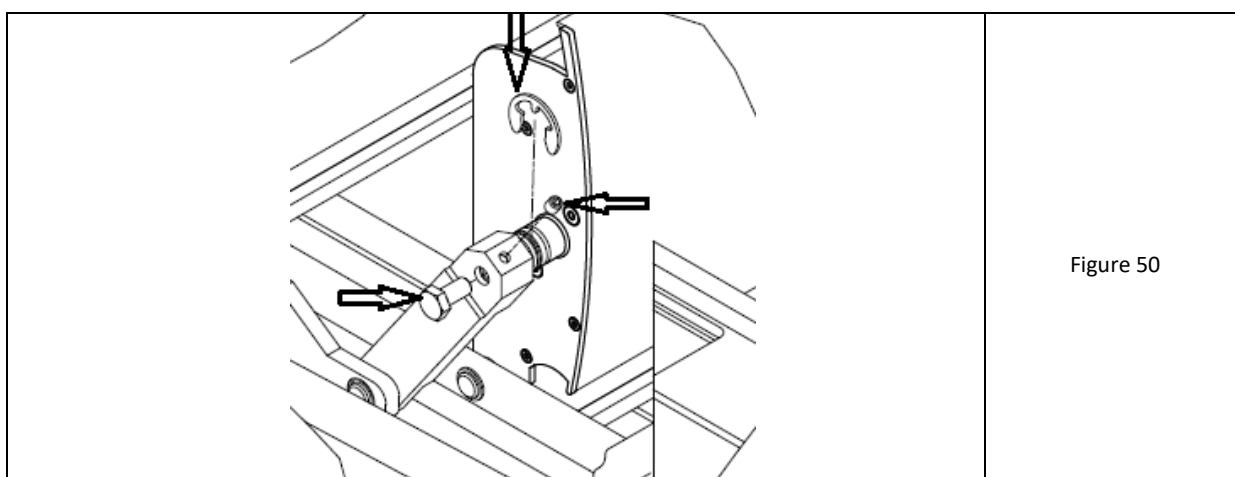

Figure 50
19. Aligner les deux lames verticalement et serrer la fixation : - du côté du bras dans l'axe de la tige - vis hexagonale M8x16. Couple de serrage 17 Nm. A l'extrémité supérieure du bras, visser dans le trou fileté - vis à pression M6x8 avec douille Allen. Couple de serrage 7 Nm (Fig. 50).